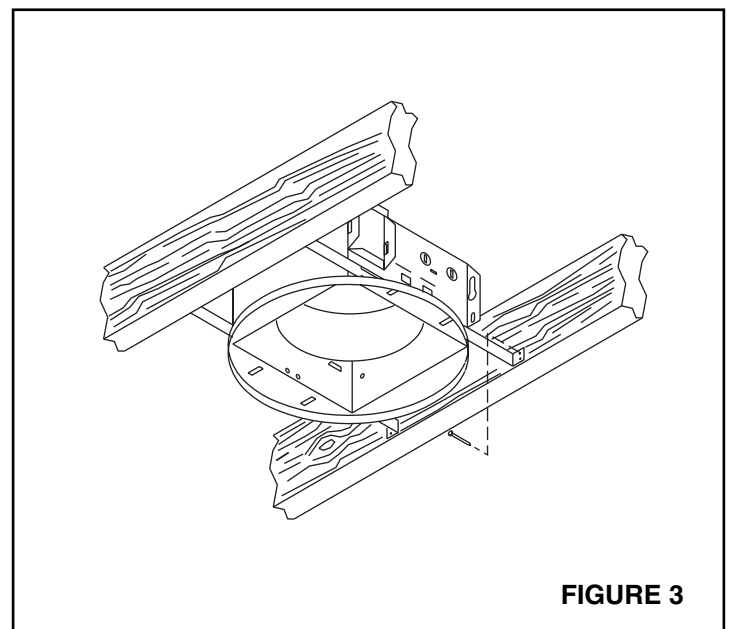
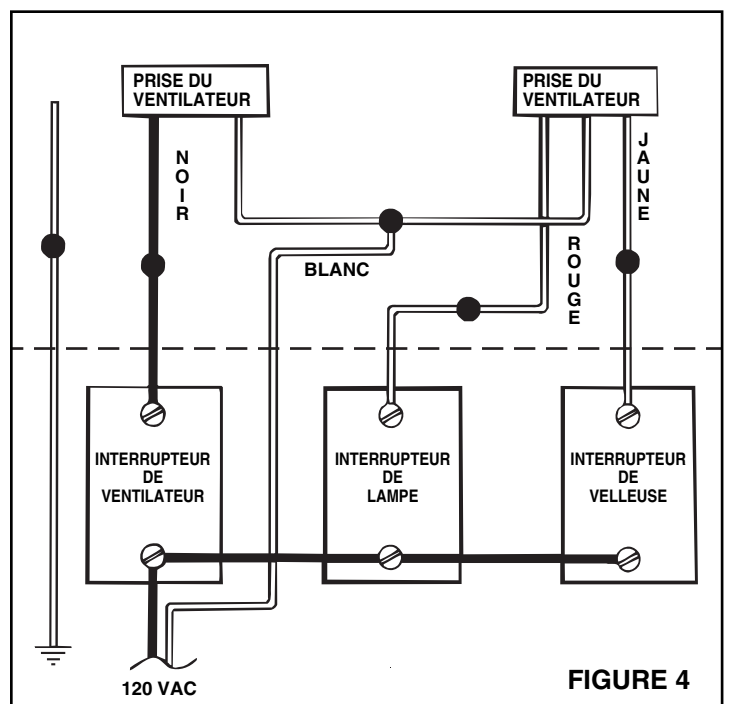

FIGURE 3
FIGURE 4
Voir Figure 3.
2. Voir Figure 3. Faire passer une gainé ronde de 4 po, de l'ouverture d'évacuation du ventilateur à l'extérieur, et procéder aux finitions.
1. Amener un câble de 120 V CA (avec terre) de l'interrupteur mural à l'emplacement du ventilateur. Voir Figure 4.
4. Voir Figure 4. Relier les câbles blancs des prises du ventilateur et d'éclairage au câble blanc d'alimentation générale (neutre.) Relier le câble noir au câble provenant de l'interrupteur du ventilateur. Relier le câble rouge au câble provenant de l'interrupteur de la lampe. Relier le câble jaune au câble provenant de l'interrupteur de la veilleuse.
Câblage et gainage: Voir page 1. Prévoir le gainage et la câblage avant l'installation. Voir Figure 4 pour le câblage et Figure 3 pour le gainage.